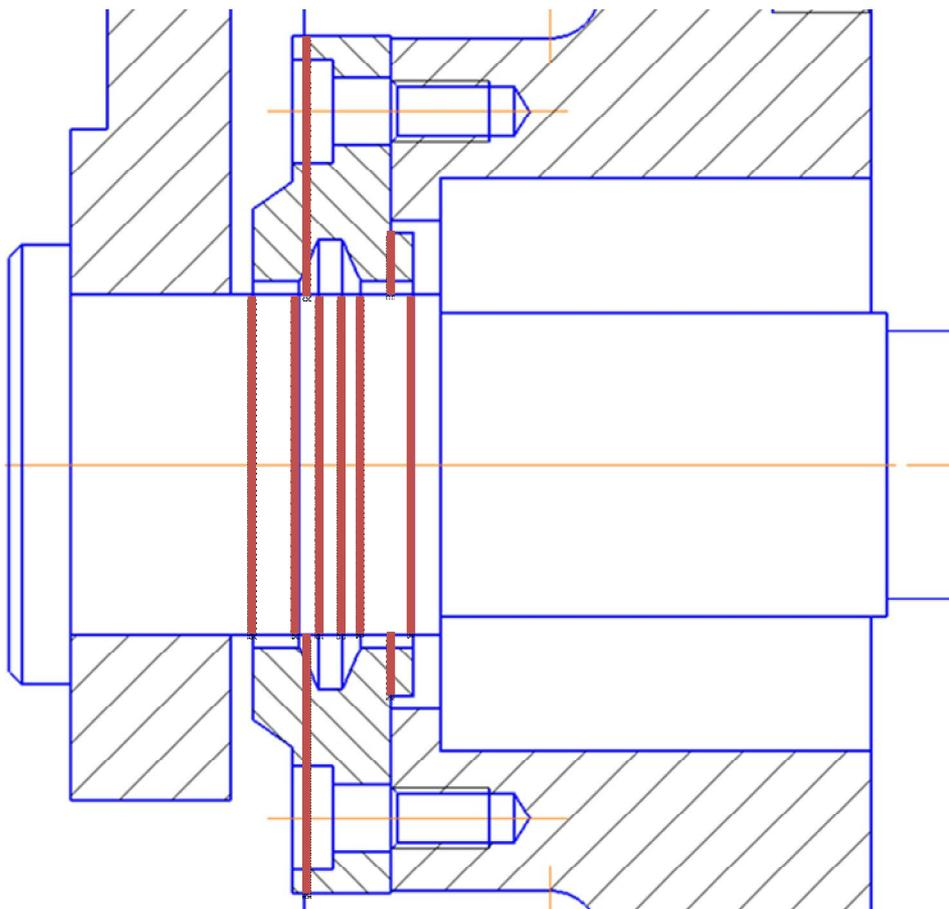

Рис. 4.17. Отрезки, которые необходимо удалить
- Выберите команду «Усечь кривую»  на панели «Редактирование»  и щелкните на указанных участках линии (рис. 4.17).